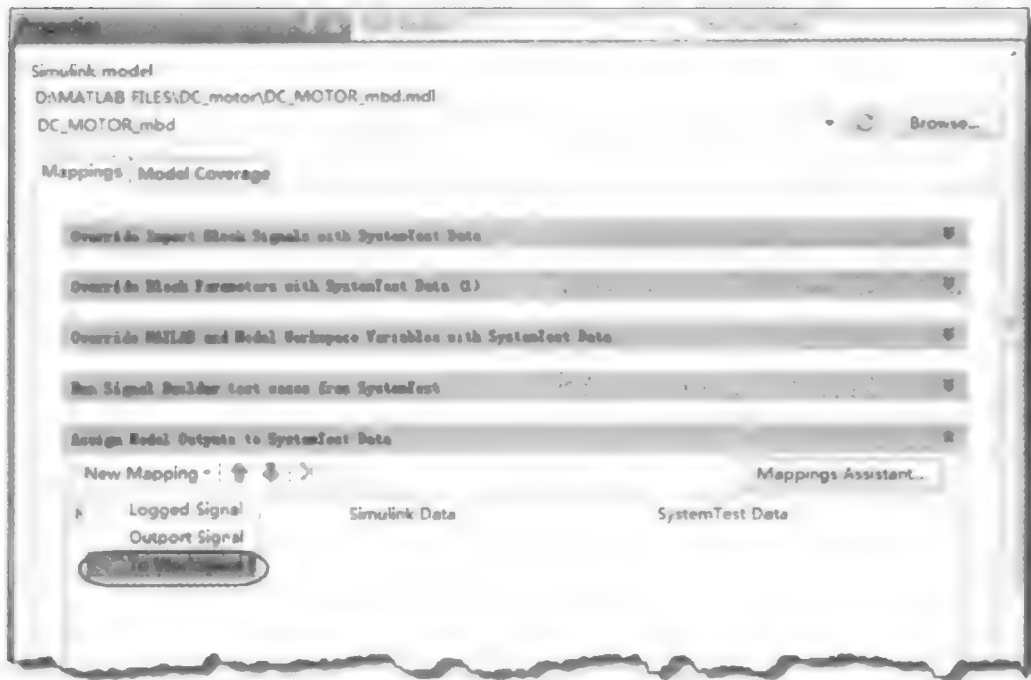

图 9.5.9 增加输出信号映射
(5) 添加输出变量。在中间页面的 Mappings 列表中,展开第 5 设置项 Assign Model Outputs to SystemTest Data,增加一个新的输出信号映射,选择 To Workspace Block 选项,如图 9.5.9 所示。